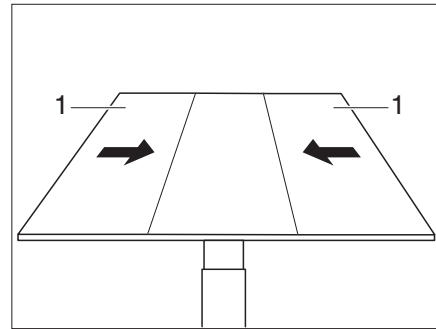

Bild 98 Skjut sidodelarna mot mittendelen
- Skjut bordets ytterdelar (Bild 98,1) mot mittendelen.